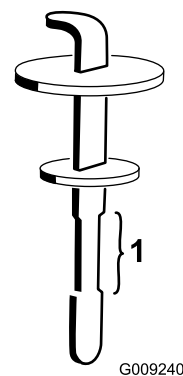

図 88
4. 補給口の首からディップスティックを抜き、ウェスできれいに拭く。もう一度首に差し込んで引き抜き、オイルの量を点検する。オイルの量が安全範囲にあれば適正である (図 88)。